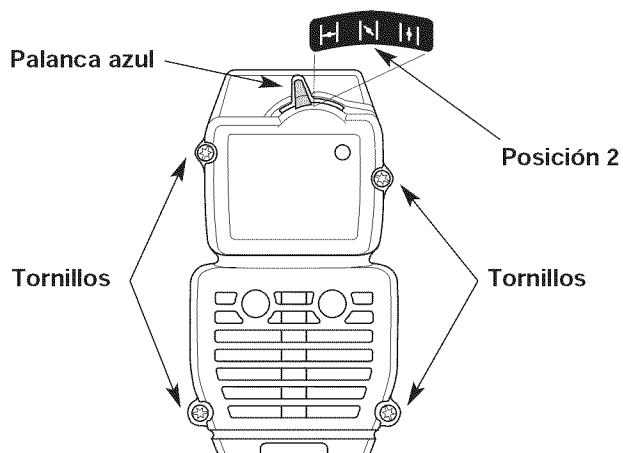

Fig. 23
NOTA: La palanca azul debe estar en Posición 2 (Fig. 23) para sacar la cubierta del silenciador / filtro de aire.
2. Saque los cuatro (4) tornillos que sostienen la cubierta del silenciador / filtro de aire (Fig. 23). Use un destornillador de broca Torx N° T20.
2. Inserte los cuatro (4) tornillos en los orificios de la cubierta del silenciador / filtro de aire (Fig. 23 y ajústelos. **No los ajuste demasiado.**